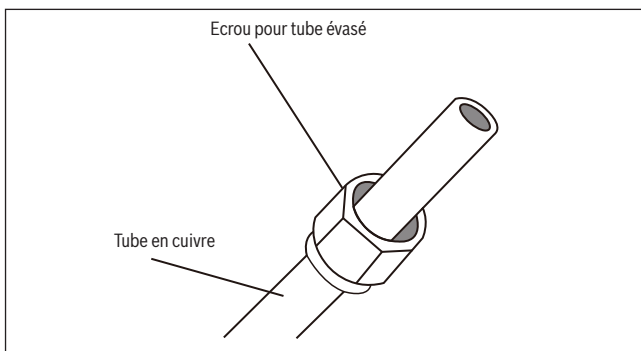

Fig. 29.
3. Placer des écrous évases sur les deux extrémités du tube. S'assurer qu'ils sont orientés dans le même sens, car ils ne peuvent pas être mis en place ou changés de direction après l'évasement. Voir fig. 29.